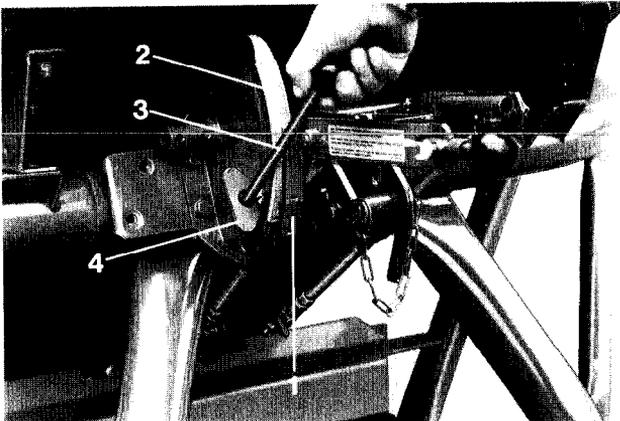

Fig. 3
- 2.2.68 Beim Streuen von Superphosphat, Kalkmergel und **feuchten**, körnigen **Düngern** (unsachgemäße Lagerung) nach jedem Leerstreuen den in den **Trichterspitzen** haftenden **Düngerring** mit der Betätigungsstange (Fig. 3/3) entfernen. Außerdem ist der Düngeransatz an **Streuschaufeln** und **Zufuhrtaschen** zu **beseitigen!**
Die Einstellung der Ausbringmenge erfolgt durch Verstellen des Anschlages (Fig. 3/1) entlang der Skala (Fig. 3/2). Hierzu muß mit Hilfe einer Betätigungsstange (Fig. 3/3) die Klemmschraube (Fig. 3/4) gelöst werden und der Anschlag (Fig. 3/1) auf die Position lt. Streutabelle eingestellt werden. Anschließend ist die Klemmschraube (Fig. 3/4) fest anzuziehen.